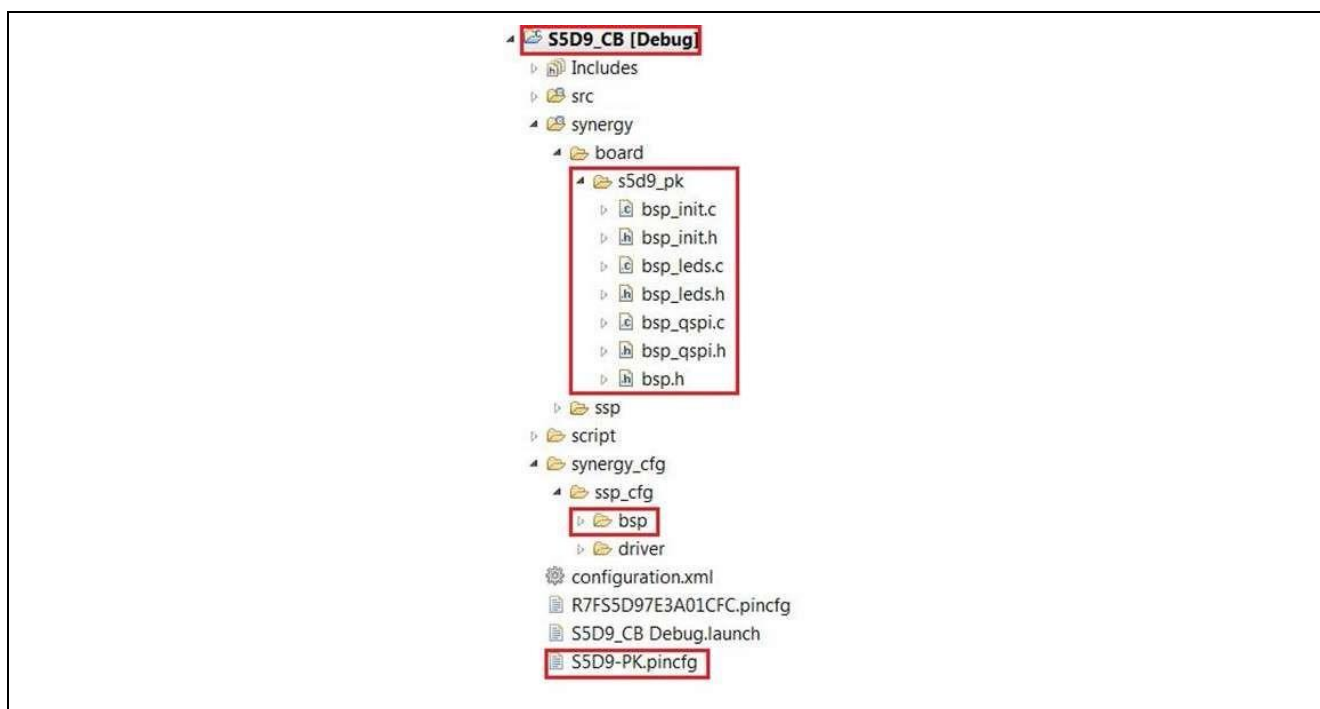

図 8 カスタムボードサポートパッケージ (BSP) 作成用テンプレートとして生成されたボードファイル (デフォルト)
6. Finish.をクリックしてください。図 8 の synergy と synergy_cfg フォルダに示すように、S5D9-PK の BSP ファイル作成用テンプレートが、デフォルトで自動的に生成されます。